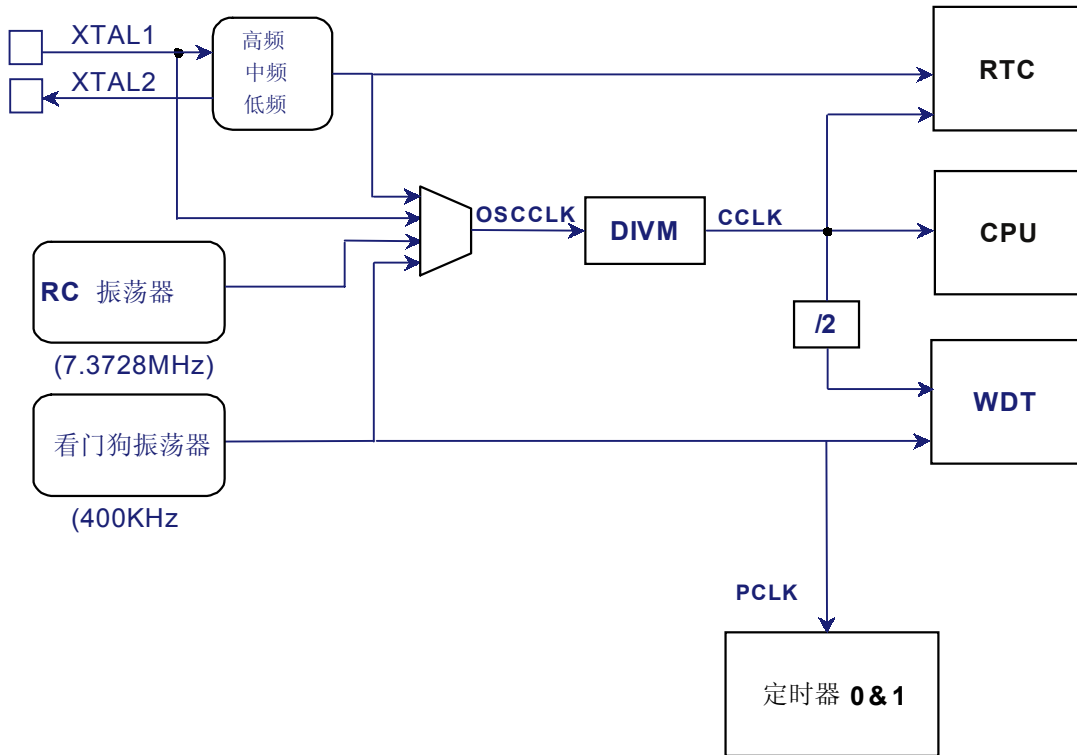

图 1 振荡器控制框图
- OSCCLK—输入到 DIVM 分频器的时钟。OSCCLK 可选择 4 个时钟源之一（见图 1），也可降低到较低的频率（见“CPU 时钟（CCLK）时钟调整：DIVM 寄存器”一节）。注：fosc 定义为 OSSCLK 频率